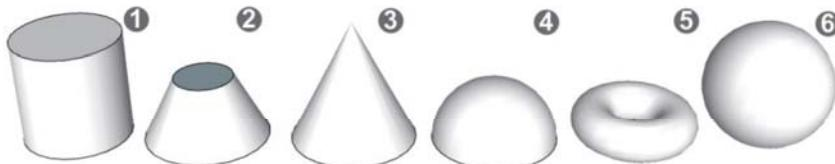

图 1.4.1 曲面立体示例
（1）曲面立体：是由曲面或曲面与平面围成的基本几何体。常见的曲面立体如图 1.4.1 所示。有圆柱①、圆锥③、半球体④、圆环⑤、正半球⑥等；圆锥被截顶则成了如图 1.4.1 ②所示的“锥台”。曲面立体的曲表面可以看作母线绕轴线回转而形成的，因此，这类曲面立体又称为“回转体”，其曲表面称为“回转面”。